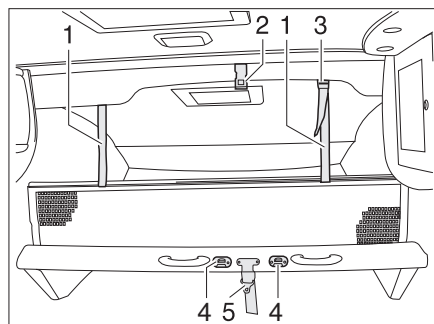

Fig. 151 Lit escamotable manuel
- Verrouiller le lit escamotable au plafond (Fig. 151,2) avec la sangle de sécurité (Fig. 151,5).
- L'échelle de montée doit être accrochée par les deux étriers aux crampillons (Fig. 151,4) se trouvant sur le lit escamotable.
- Faire s'enclencher les sangles de retenue (Fig. 151,1) dans les œillets du plafond (Fig. 151,2).